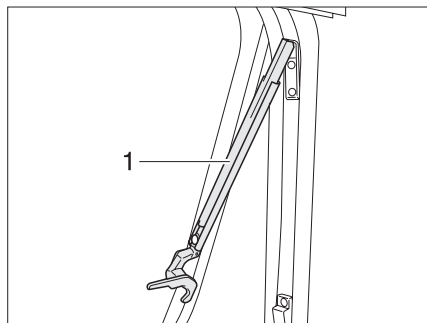

Fig. 25 Ventana abatible con soportes automáticos, abierta
- ▶ Abrir la ventana abatible hasta la posición de enclavamiento deseada. El soporte automático (Fig. 25,1) engatilla automáticamente.